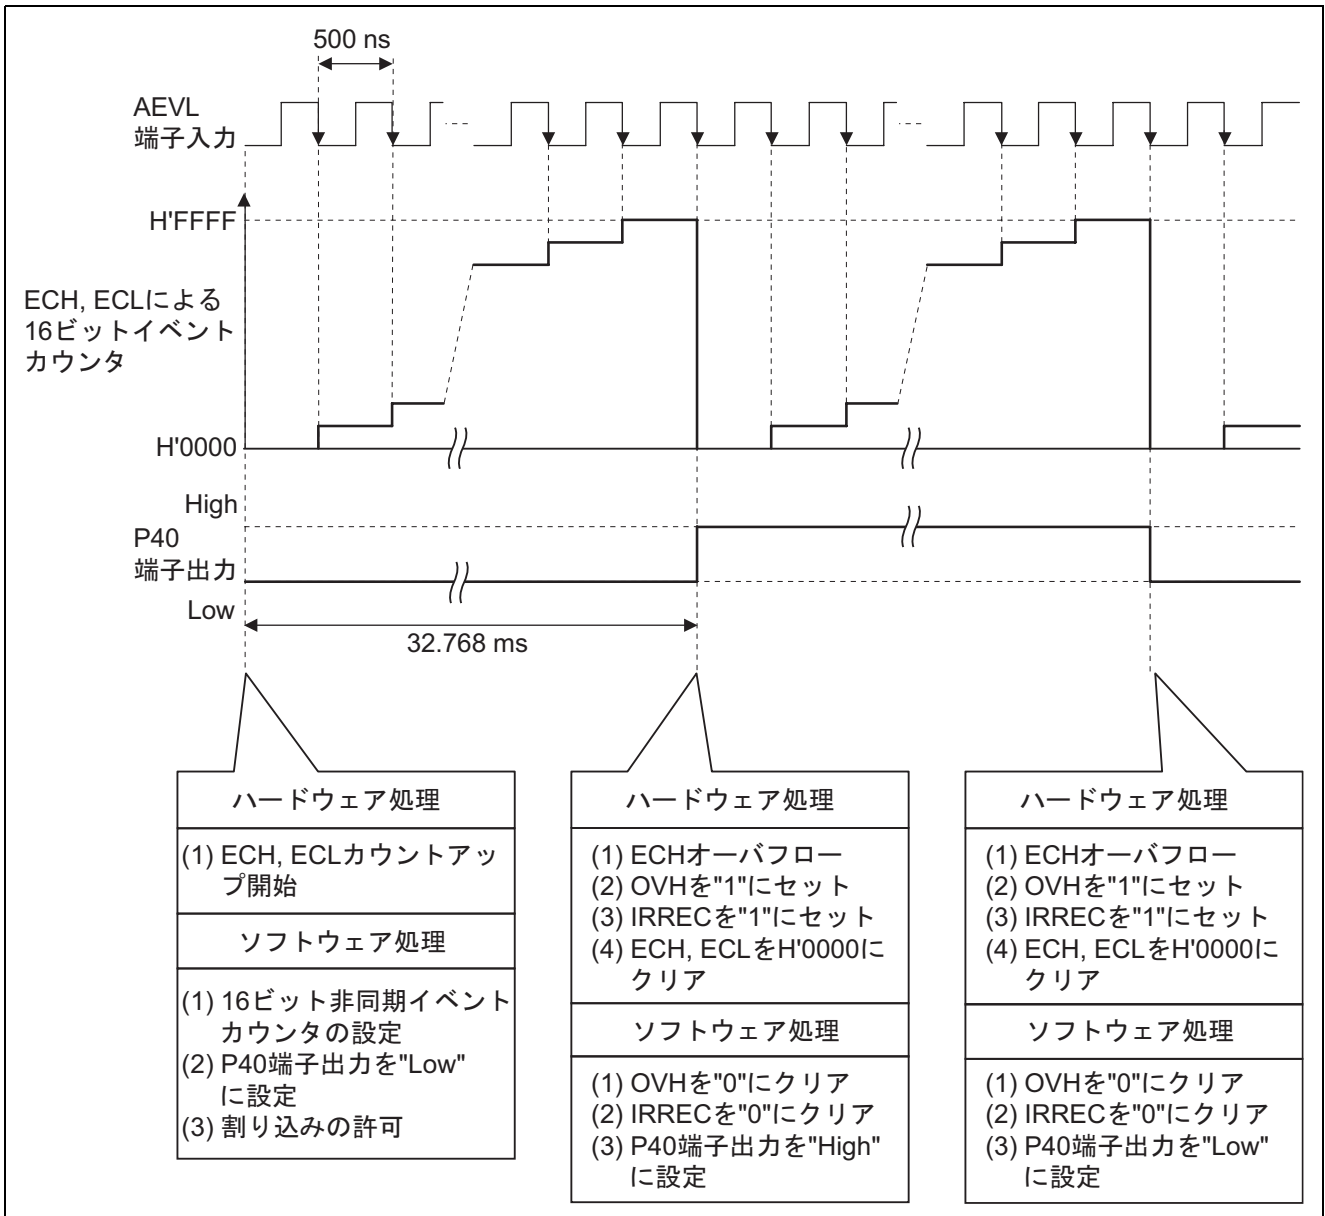

図 3 動作説明
- 図 3 に動作説明を示します。図 3 に示すようなハードウェア、ソフトウェア処理により、16 ビットモードによる非同期イベントカウンタ機能を使用して、16 ビットイベントカウンタのオーバーフロー周期ごとに P40 端子の出力を反転します。